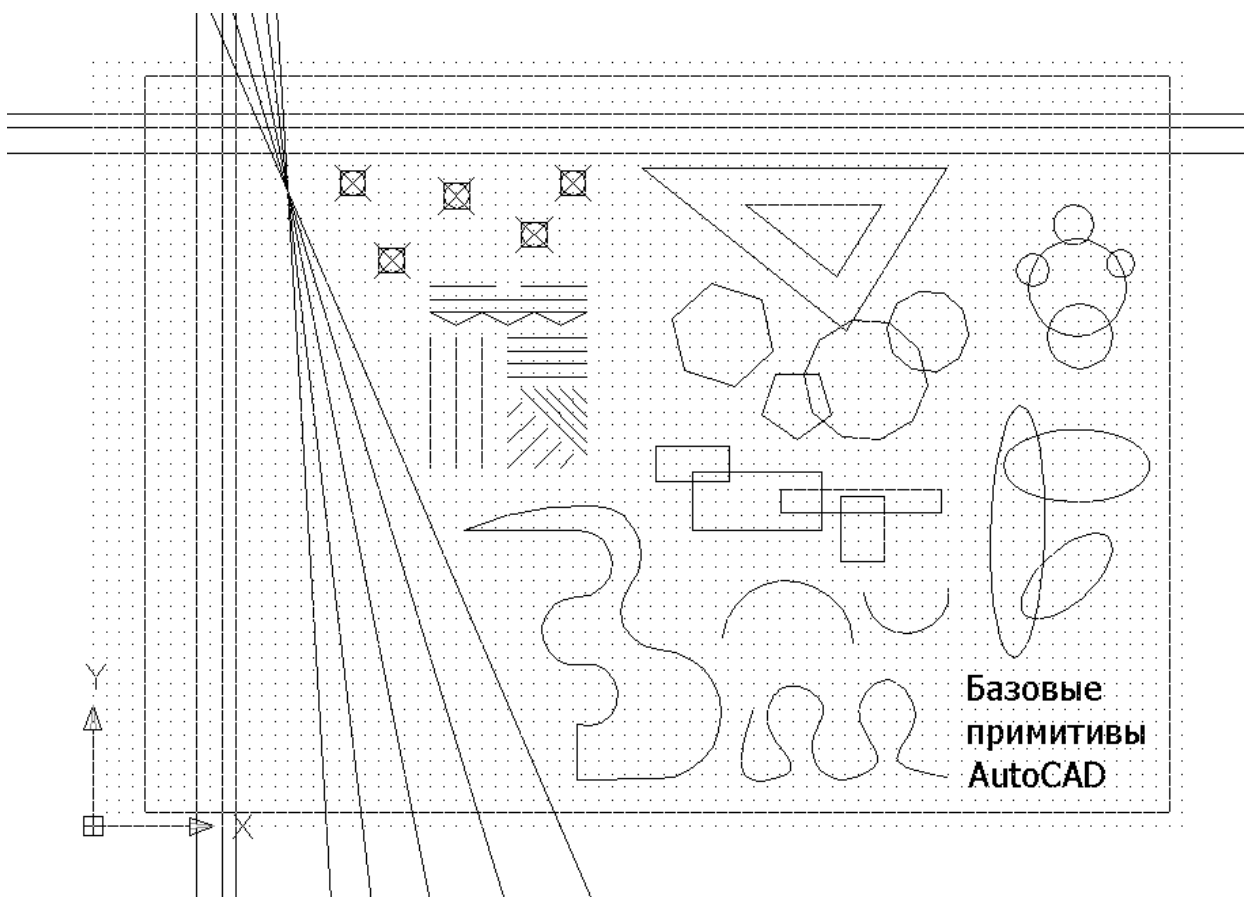

Рис. 18
2. Используя только панель инструментов **Draw (Рисование)**, постройте на формате примитивы, как это показано на рис.18. Если у Вас возникли затруднения при построении фигур, обратитесь к таблице 2.